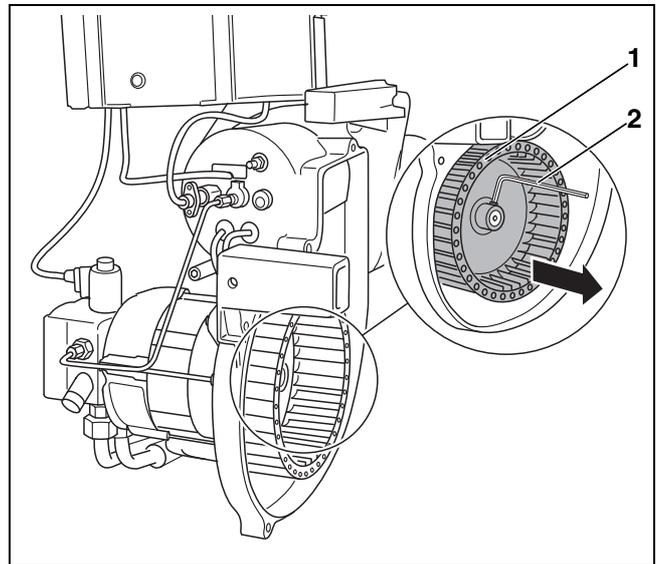

Bild 28 Gebläserad prüfen, ggf. reinigen
- Gebläserad (→ Bild 28, [1]) mit einem Innensechskantschlüssel (→ Bild 28, [2]) lösen und von der Welle ziehen.
- Gebläserad (→ Bild 28, [1]) wieder montieren.